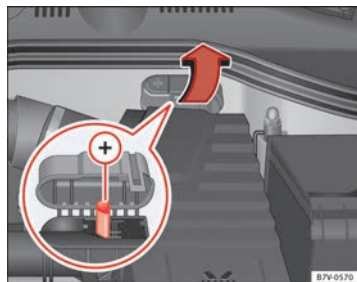

Fig. 217 Nel vano motore: polo positivo per l'avviamento d'emergenza (+).
- Aprire la copertura della batteria nel vano motore ⇒ pagina 304, oppure spostare di lato il cappuccio del polo positivo¹⁾, nella direzione indicata dalla freccia ⇒ fig. 217.
- Collegare un'estremità del cavo di emergenza rosso al polo positivo ⇒ fig. 218 (A) o ⇒ fig. 217 (A) del veicolo con la batteria scarica (A) ⇒ (A).
- Collegare l'altra estremità del cavo rosso al polo positivo (A) della batteria che fornisce corrente (B).